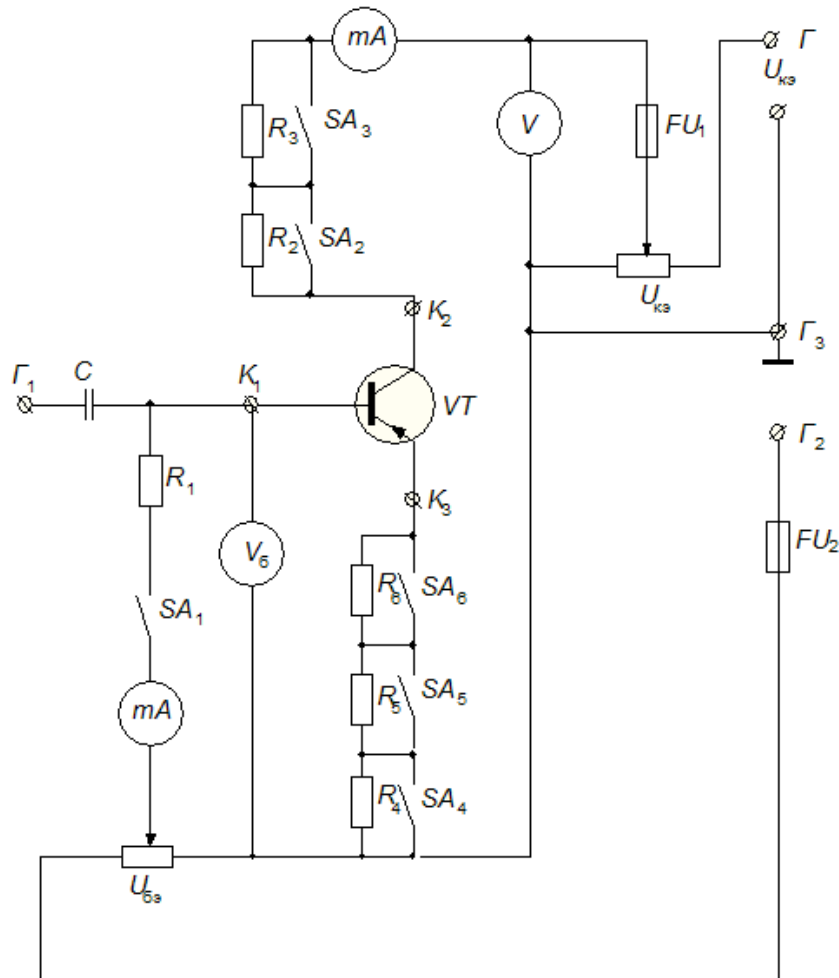

Рис. 3.8. Схема включения транзистора для снятия входных характеристик
Стенд для исследования полупроводниковых приборов состоит из переносного блока, на передней панели которого смонтирован исследуемый прибор и клеммы для снятия входных и выходных величин. Для снятия статических характеристик биполярного транзистора, включенного по схеме с общим эмиттером (ОЭ), собрать схему на стенде в соответствии с рис. 3.8.
1. Собрать схему (рис. 3.8), снять и построить семейство входных характеристик $I_b = f(U_{бэ})$ биполярного транзистора, включенного по схеме с общим эмиттером, при значениях напряжения: $U_{кэ} = 0, -5, -10$ В. Изменять его от 0 до 1 В с шагом 0,2 В.